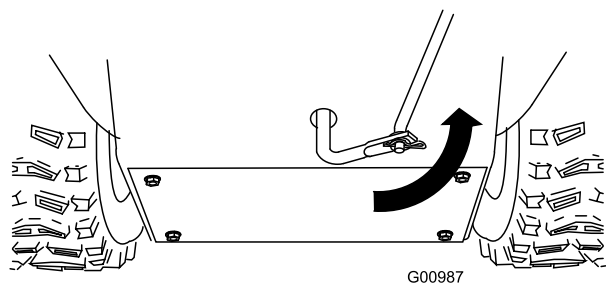

Bild 12
- Drehen Sie den unteren Gestängearm ganz nach oben (nach links) (Bild 12).